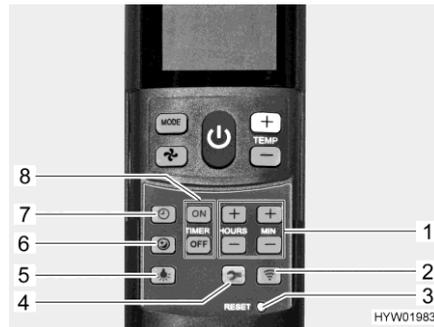

Fig. 117 Télécommande avec touches de réglage (climatisation)
- Appuyer sur la touche Démarrage en douceur (Fig. 117,6). En mode de refroidissement, le ventilateur tourne alors à faible régime et donc particulièrement silencieusement.
- Appuyer sur la touche Heure (Fig. 117,7).
- Régler les heures et les minutes avec les touches (Fig. 117,1).
- Appuyer sur la touche "ON" (Fig. 117,8).
- Appuyer sur les touches de réglage du temps (Fig. 117,1) jusqu'à ce que le laps de temps désiré jusqu'à l'enclenchement soit atteint.
- Appuyer sur la touche "OFF" (Fig. 117,8).
- Appuyer sur les touches de réglage du temps (Fig. 117,1) jusqu'à ce que le laps de temps désiré jusqu'au désenclenchement soit atteint.
- Appuyer de nouveau sur la touche "ON" ou sur la touche "OFF" (Fig. 117,8).
- Appuyer sur la touche Éclairage (Fig. 117,5). L'éclairage s'allume au dernier niveau de variation qui a été réglé.
- Appuyer sur la touche Éclairage (Fig. 117,5) et la maintenir ainsi jusqu'à ce que la luminosité désirée soit atteinte.
- Appuyer sur la touche Éclairage (Fig. 117,5).
- ▷ La touche Setup (Fig. 117,4) sert à établir la connexion entre la télécommande et la climatisation lors de la première mise en service.